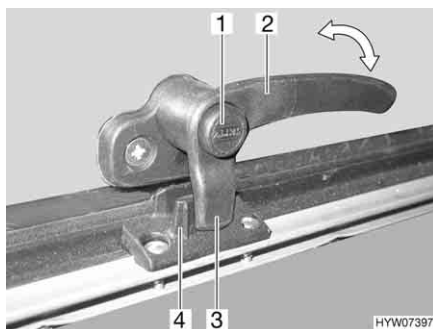
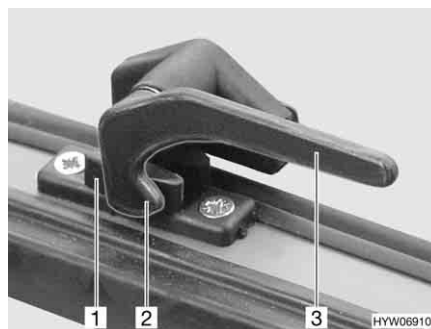

Fig. 62 Levier de verrouillage avec bouton de sécurité en position "Fermé"
Fig. 63 Levier de verrouillage en position "Fermé"
- S'il existe, appuyer sur le bouton de sécurité (Fig. 62,1) et le maintenir enfoncé.
- Tourner le levier de verrouillage (Fig. 62,2 ou Fig. 63,3) d'un quart de tour vers le centre de la fenêtre.
- Tourner le levier de verrouillage (Fig. 62,2 ou Fig. 63,3) d'un quart de tour vers le cadre de la fenêtre. Le tenon de verrouillage (Fig. 62,3 ou Fig. 63,2) du levier de verrouillage repose complètement sur le côté intérieur du verrouillage de fenêtre (Fig. 62,4 ou Fig. 63,1).
- En position "Fermé" (Fig. 62 et Fig. 63)